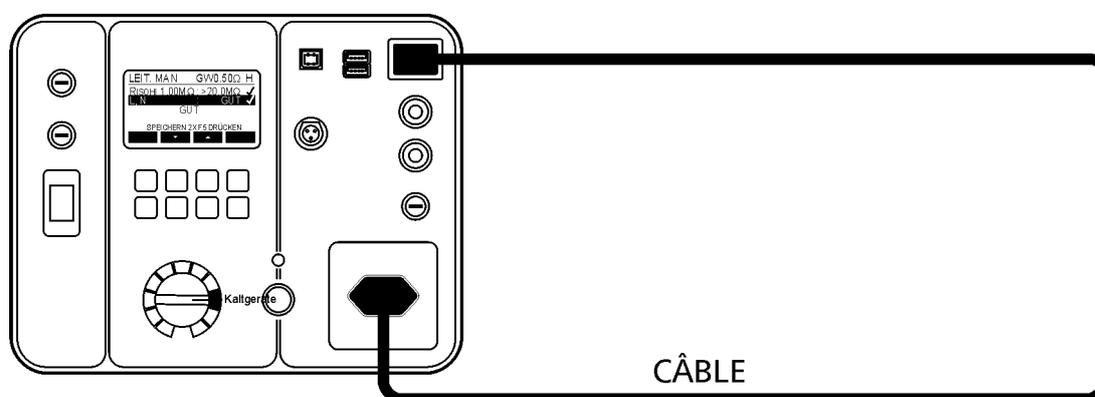

Figure 31: Connexion pour le test CÂBLE
La compensation de l'adaptateur de test ne doit pas être effectuée lors d'un test standard Cordons IEC (aucun adaptateur n'est utilisé), voir la figure 31. Le symbole "C" (compensé (8)) ne doit pas être présent sur la ligne supérieure, voir la figure 32 - image de droite.